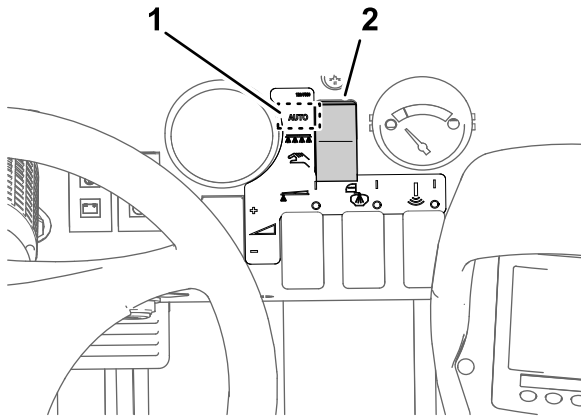

**Figure 39**
2. Tournez la vanne de coupure de dérivation de section à la position fermée (Figure 39).